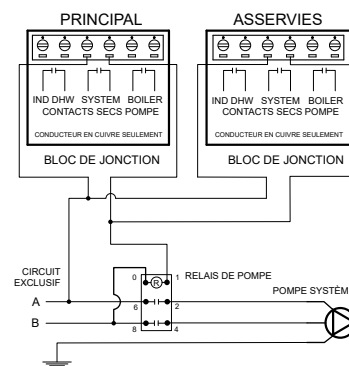

Figure 35. Pompes de chaudières en cascade
1. Raccordez le câblage de communication entre la pompe de boucle secondaire et le bornier de la boîte de jonction de la chaudière principale. Ces bornes sont des contacts secs pouvant uniquement alimenter des charges inductives (5 A max.). Voir la **Figure 35** pour plus de détails.